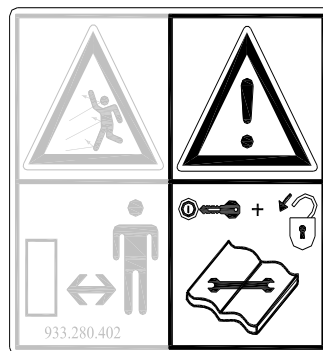
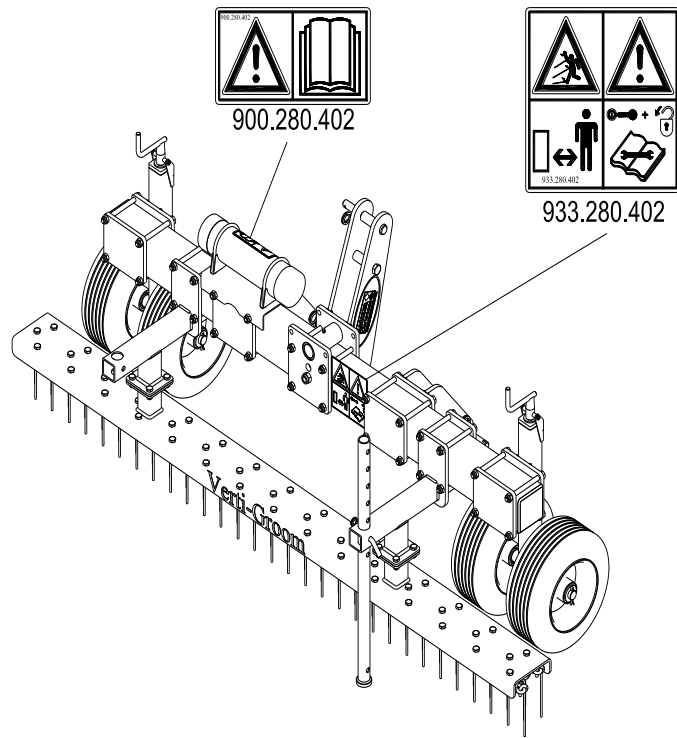

Abb. 2
Abb. 5
Auf beiden Seiten des Verti-Groom sind (Abb. 5) Sicherheitsaufkleber (Abb. 2, 3, 4) mit gleichlautender Bedeutung vorhanden. Diese Sicherheitsaufkleber müssen immer gut sichtbar und lesbar sein und im Falle einer Beschädigung ersetzt werden.
(7) Position der Sicherheitsaufkleber. (Abb. 5)